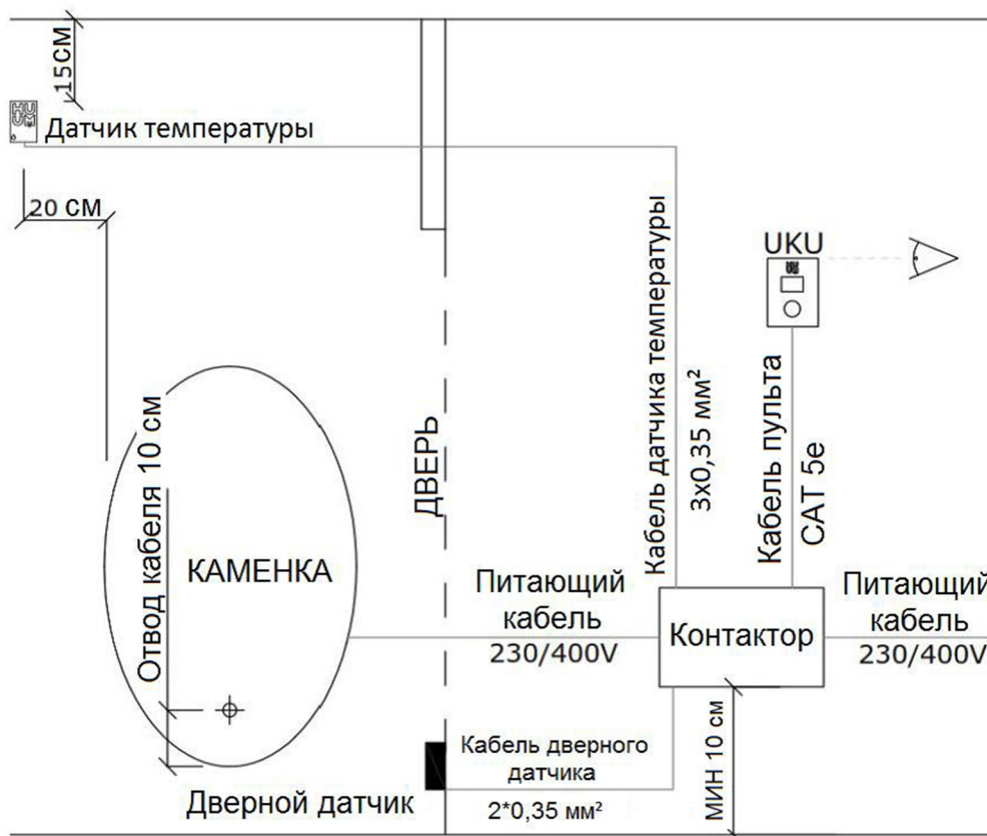

Рисунок 1
Отмерьте длину кабелей и определите расположение кабелей и частей устройства (Рисунок 1).
2. Прикрепите заднюю крышку к стене. Таким образом, чтобы верхний край панели управления остался на высоте глаз. (Рисунок 1)
2. Прикрепите ее винтами к стенке сухого помещения по крайней мере 10 см от пола. (Рисунок 1) Контакттор запрещено прикреплять к потолку или на наклонные поверхности – работа в таком положении испортит контактор.
2. Привинтите датчик температуры к стене. Устройство не должно находиться над каменкой. Установить 20 см от края каменки и 15 см от потолка парилки. (Рисунок 1)